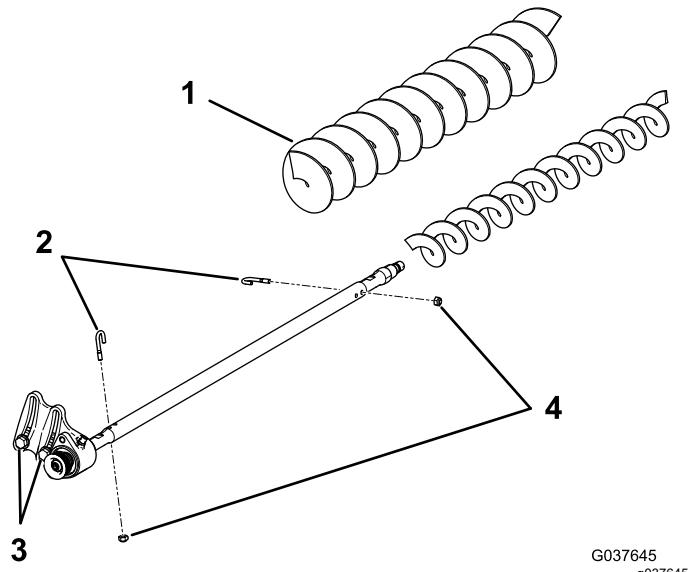

Figure 22
- Enlevez les 2 boulons en J et écrous (Figure 22).
- Faites glisser la brosse existante pour la déposer de l'arbre (Figure 22).
- Desserrez les 2 boulons, rondelles et écrous qui fixent le logement de roulement d' entraînement à son support (Figure 22).
- Glissez la brosse pour grande hauteur de coupe sur l'arbre (Figure 22).
- Fixez la brosse sur l'arbre avec les 2 boulons en J retirés précédemment (Figure 22).